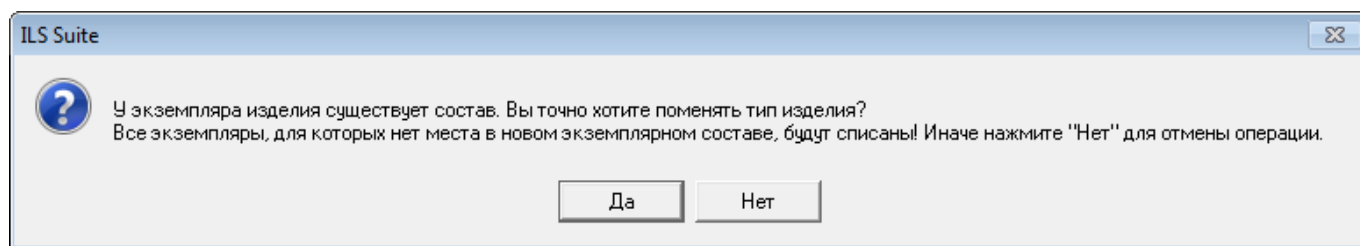

Рис. 13-15 – Диалоговое окно
10) В случае, когда для экземпляра компонента был введен серийный номер, а затем в поле «Обозначение типа» выбран аналог из выпадающего списка, отображается диалоговое окно, приведенное на рис. 13-15.